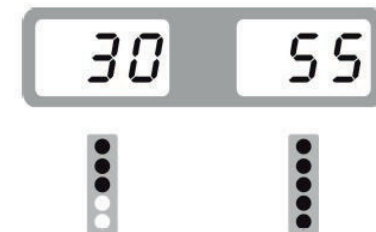

Abb. 6
- Bewegen Sie das Rad langsam gegen den Uhrzeigersinn. Das Display mit voll erleuchteter rechter LED zeigt die richtige Winkelposition an, an der das Gewicht von außen angebracht wird, Position 12 Uhr (9 Uhr = aus) oder 9 Uhr (9 Uhr = ein), wie in Abbildung 6 dargestellt, fügen Sie ein Gewicht hinzu.